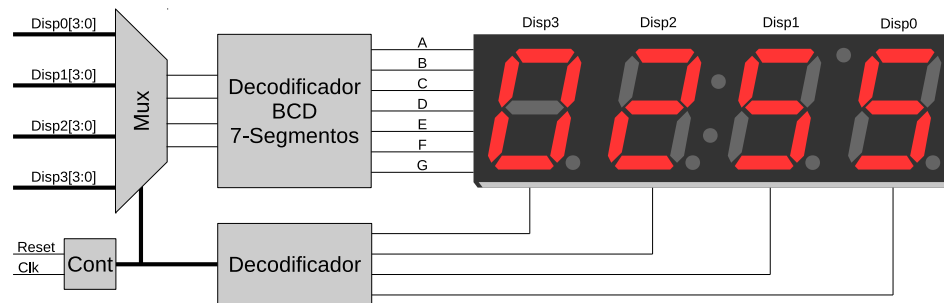

Figura 1: Diagrama do circuito a ser montado.
Síntese FPGA 01: Para visualizar os resultados das operações da ULA será utilizado o circuito representado pelo diagrama da figura 1.
c) Contador síncrono (Cont na figura 1);
d) Multiplexador (Mux na figura 1. Anexe o desenho a este roteiro.);
Atividade 01: Projete um divisor de frequência para fornecer o sinal Clk existente na figura 1. Este divisor tem como entrada o oscilador existente no kit ALTERA P1K100A, e sua saída deve estar sincronizada com a entrada. A frequência de saída deve ser projetada para mostrar os 4 displays simultaneamente.
Experimento 01: Utilize o circuito da figura 2 para testar o circuito de visualização concebido a partir da figura 1. Atenda as restrições seguintes para ligar os circuitos: